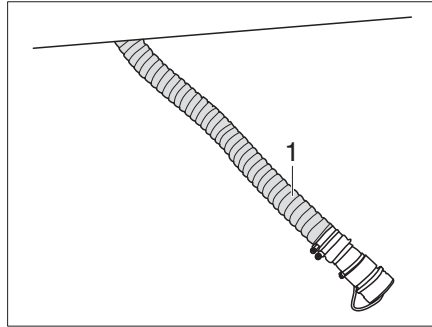

Fig. 353 Vaciar el cassette del aseo con vibrador
- Desenganchar el tubo flexible de vaciado (Fig. 353,1) situado debajo del vehículo e introducirlo en la estación de evacuación.
- Dejar el tubo flexible de vaciado (Fig. 353,1) en la estación de evacuación.
- Guardar el tubo flexible de vaciado (Fig. 353,1) debajo del vehículo.